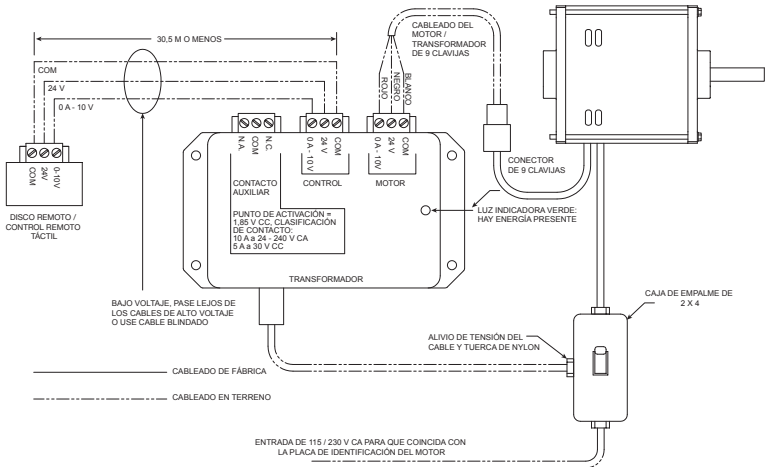

Figura 5 — Disco Remoto y Control Remoto Táctil
3. Pase un cable de control de 3 hilos desde el control remoto de velocidad hasta el transformador montado en el ventilador. La distancia máxima desde el ventilador hasta el controlador de velocidad es de 30,5 m. Conecte los terminales de 24 V, de COM y de 0 a 10 V en el transformador y el control remoto de velocidad. Consulte la Figura 5 para ver el diagrama de cableado.